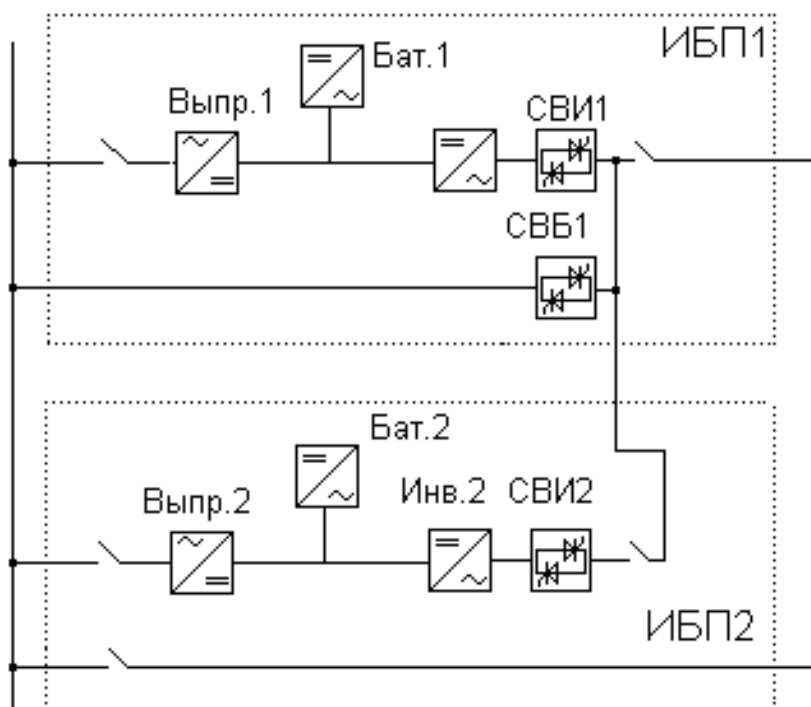

Рис.196. Трехфазный ИБП с горячим резервированием
2. Весь второй ИБП выполняет только одну функцию – резервирование. Он потребляет электроэнергию, работая на холостом ходу и вообще не делает ничего полезного (разумеется за исключением того времени, когда первый ИБП отказывается питать нагрузку). Некоторые производители предлагают "готовые" системы ИБП с горячим резервированием. Это значит, что вы покупаете систему, специально (еще на заводе) испытанную в режиме с горячим резервированием. Схема такой системы приведена на рис. 196.